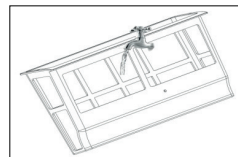

Abbildung 4
- Reinigen Sie die beiden Filterkörbe (siehe Abbildung 4).